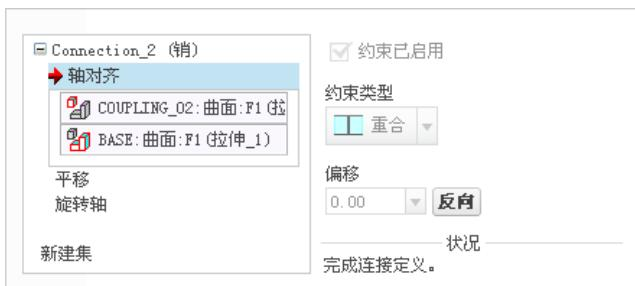

图 7.5.8 “放置”界面
(1) 在“元件放置”操控板的机械连接约束列表中选择 销 选项。
(2) 定义“轴对齐”约束。单击操控板中的 **放置** 按钮，分别选取图 7.5.7 中的两个柱面为“轴对齐”约束参考，此时 **放置** 界面如图 7.5.8 所示。